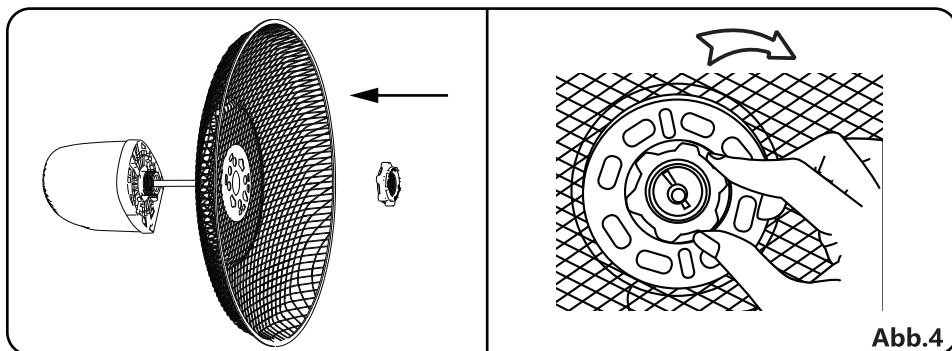

Abb.4
1. Lösen Sie die Befestigungsmutter des Spinners und der Schutzvorrichtung und entfernen Sie sie. Befestigen Sie den hinteren Schutz am Motor und vergewissern Sie sich, dass sich der Griff oben befindet. Ziehen Sie dann die Mutter wieder im Uhrzeigersinn an. (Abb. 4)